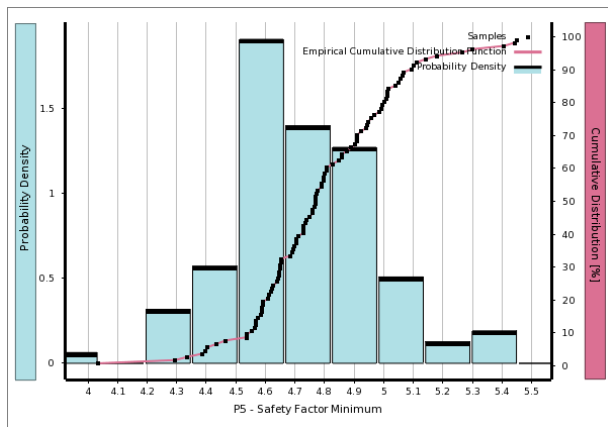

图 26-52 最小安全系数的概率分布
6) 单击 Outline of Schematic D4: Six Sigma Analysis 的第 11 行, 可以查看最小安全系数的概率分布, 如图 26-52 所示。